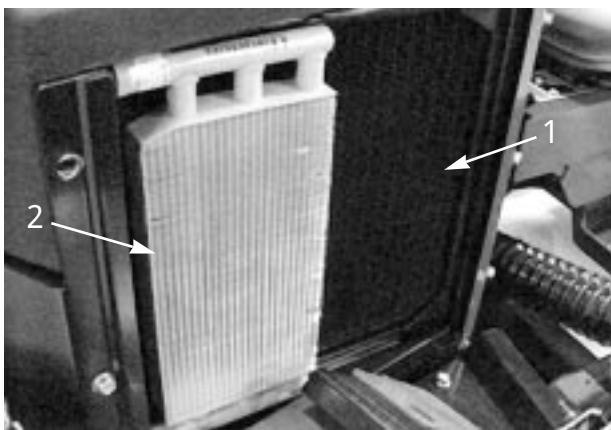

図 47
3. オイル・クーラ（図47）を清掃する。たまったゴミをていねいに取り除くこと。